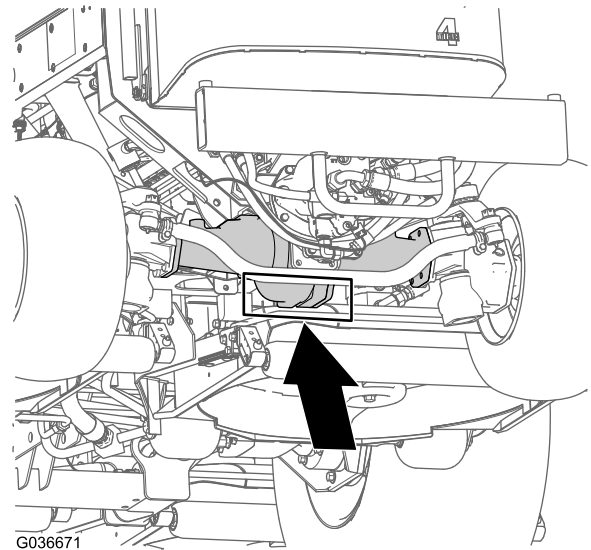

Figure 40
**Arrière de la machine** – au centre du pont (Figure 40).